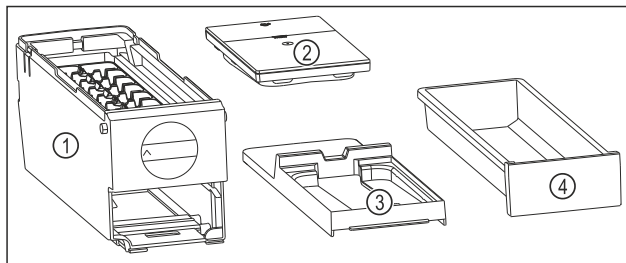

Fig. 244 Sestavni deli modula EasyTwist-Ice
- ▶ Modul EasyTwist-Ice je razstavljen na štiri dele. (glejte Fig. 244)
- Modul EasyTwist-Ice razstavite le na prikazane sestavne dele. (glejte Fig. 244)
- Glavni del EasyTwist-Ice Fig. 244 (1) očistite kot celoto.